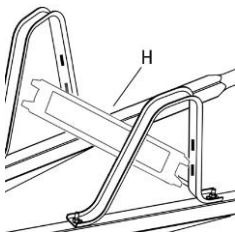

fig. 4
8. Placez le support de patte (H) le long de la patte (fig. 4).